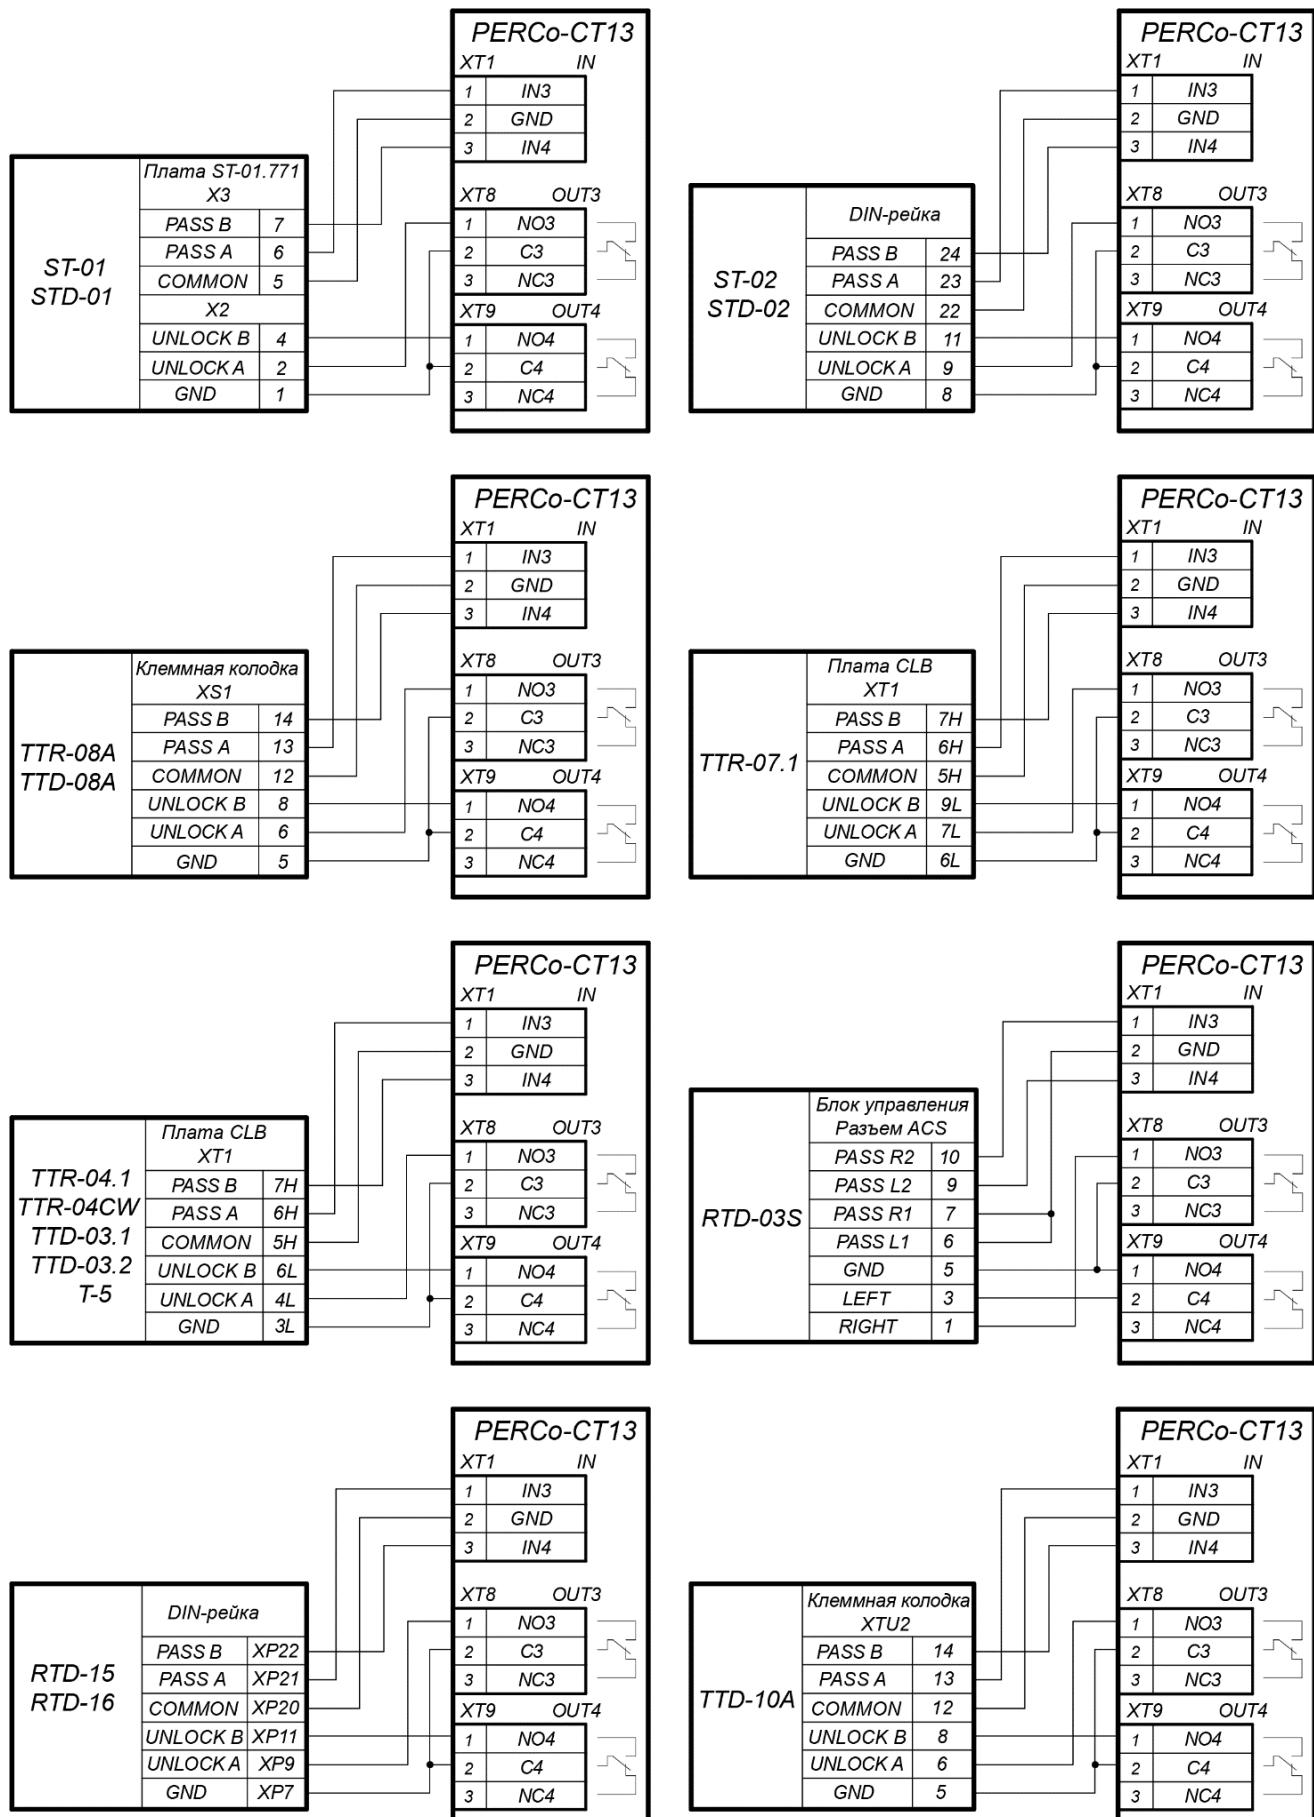

Рисунок 19. Схемы подключений турникетов
2. Дополнительный турникет или калитка (ИУ №2) подключается к клеммным колодкам **XT1**, **XT8**, **XT9** нижней платы контроллера в соответствии со схемой для данного типа изделия (см. рис. 19, 18).